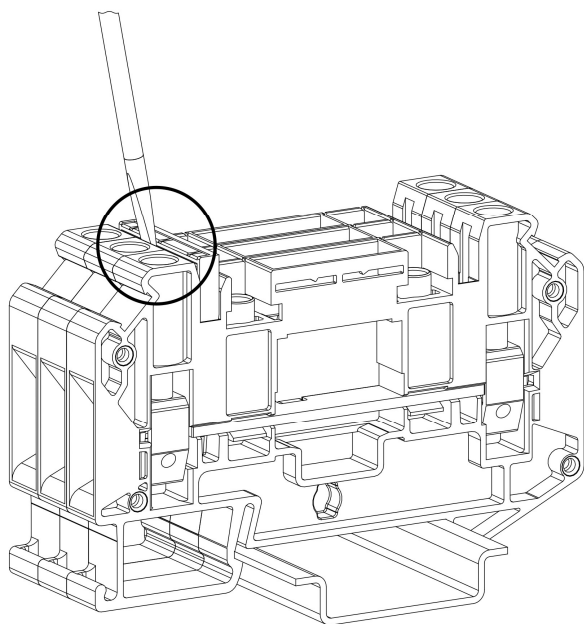
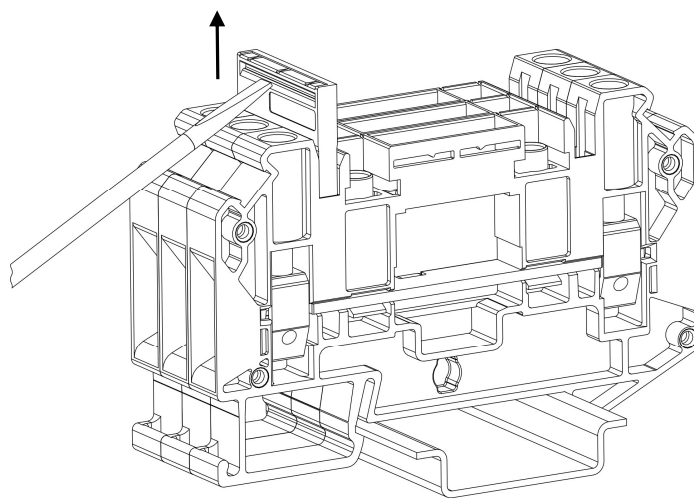

Рисунок 41 – выемка на стенке перемычки
Рисунок 42 - выдавленная перемычка
- Для извлечения перемычки из функционального отверстия, уприте отвертку в выемку на боковой стенке перемычки и, приложив усилия, выдавите перемычку вверх (рис. 41; рис. 42).